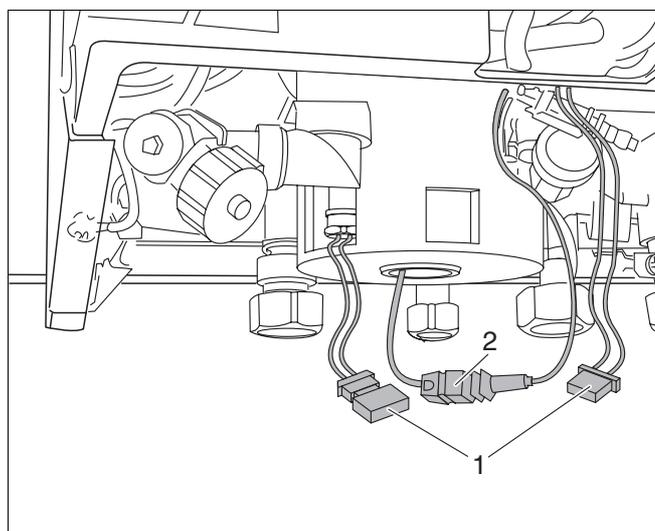

Fig. 70 Verificare il sensore dell'acqua di riscaldamento risp. dell'acqua sanitaria
- Staccare la connessione a spina del cavo di collegamento al sensore dell'acqua di riscaldamento (fig. 70, pos. 1) o al sensore dell'acqua sanitaria (fig. 70, pos. 2).